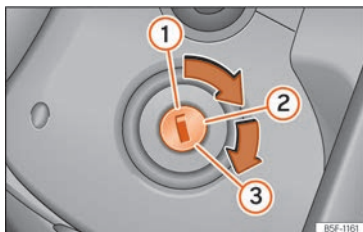

Fig. 209 Posições da chave da ignição.
Posições da chave »» **Fig. 209**
- Rode a chave para a posição **» Fig. 209 ②**. Em veículos diesel ocorre o pré-aquecimento .
- Continue a rodar a chave para a posição **» Fig. 209 ③** sem pressionar o acelerador.
- Quando o motor arrancar, solte a chave. Ao soltá-la, a chave volta para a posição **②**.
- *Veículos com fechadura de ligação:* Rode a chave até à posição >>> Fig. 209 .